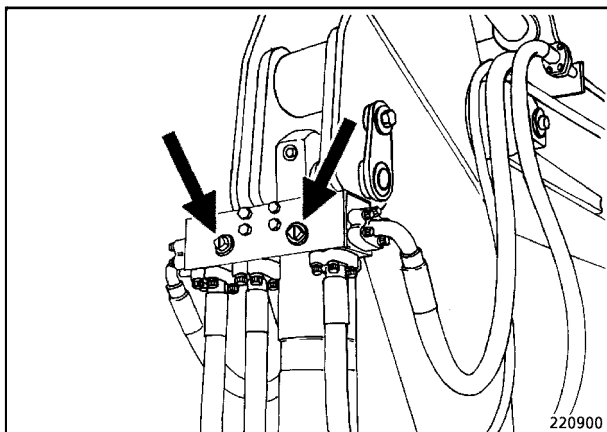

Fig. 3
- Poner las ranuras de marcación en los cuadrados de las válvulas (flechas, Fig. 3) en posición vertical.